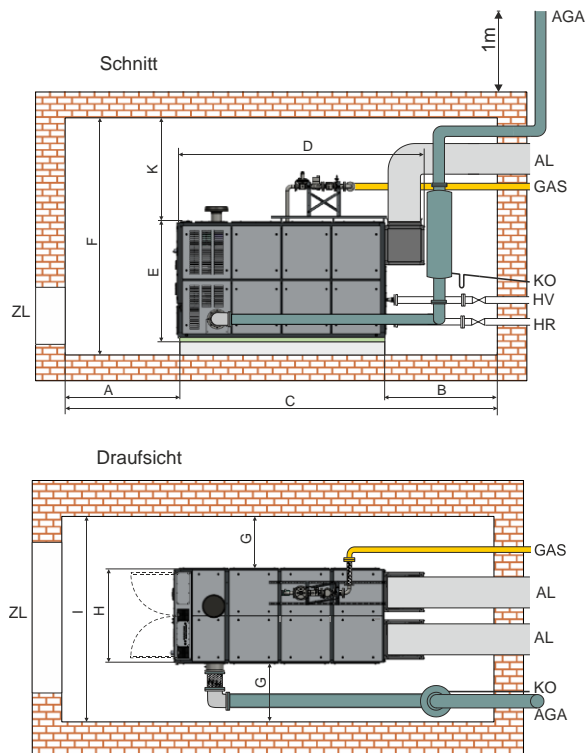

Abb. 6 Musteraufstellpläne – Darstellung ohne Armaturen und Sicherheitstechnik (Maße in mm)
- Zur Bedienung und Wartung ist ein lichter unverbauter Abstand gemäß Aufstellplan (Abb. 6) freizuhalten.